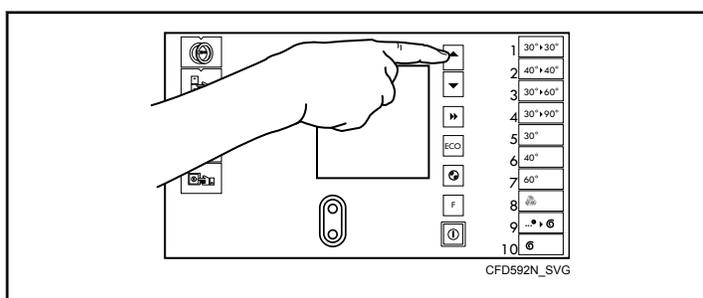

Figure 25
- Sélectionner un cycle en appuyant sur les touches up (haut) et down (bas). Se reporter à la *Figure 25*. Le cycle sélectionné s'affiche à l'écran.